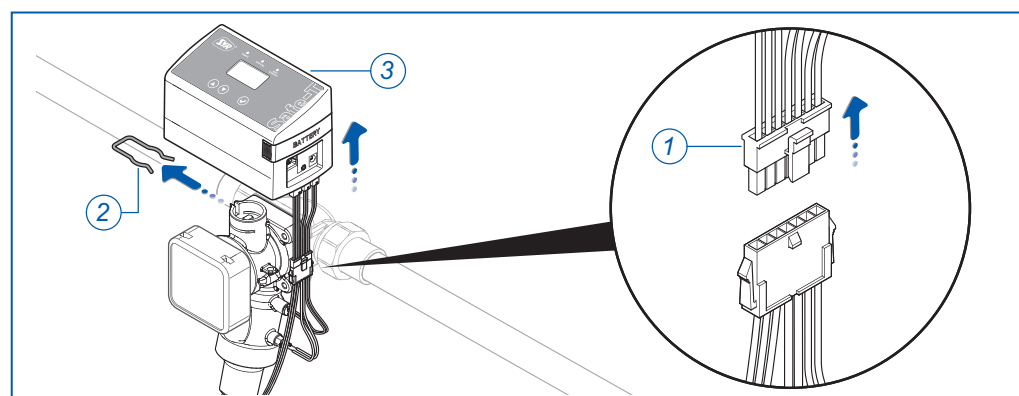

Fig. 9: Desmontaje del control
- ▶ Suelte todas las uniones enchufables y separe el adaptador de 7 polos (1, Fig. 9).